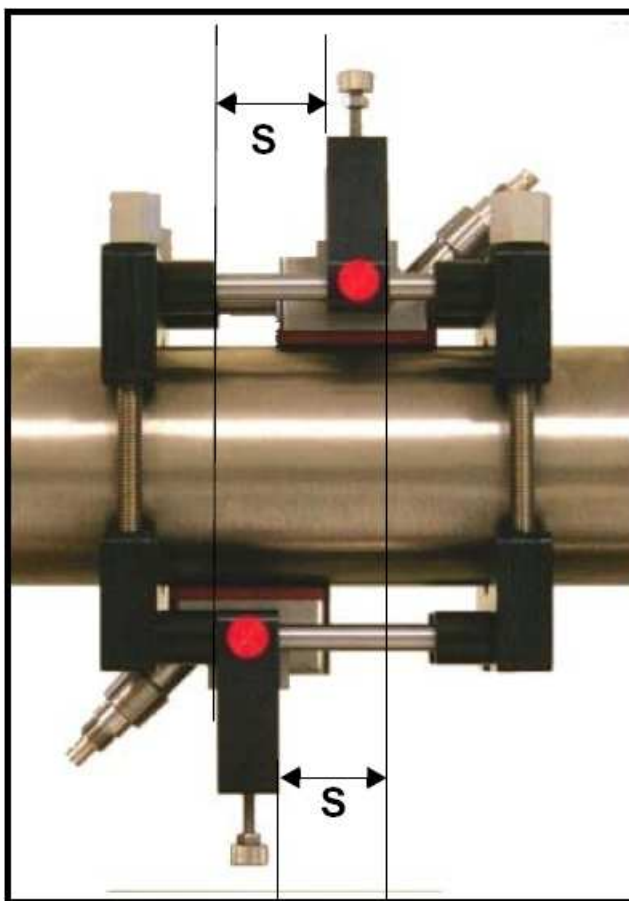

Рис. 3-12: Вид сверху приспособления V4 с обоими ультразвуковыми преобразователями
Общее расстояние между узлами крепления преобразователей необходимо определять от левой грани до левой грани или от правой грани до правой грани. На рис. 3-12 показан типичный пример установки преобразователей.
4. Подобным образом установите второй ультразвуковой преобразователь, как показано выше на рис. 3-12.